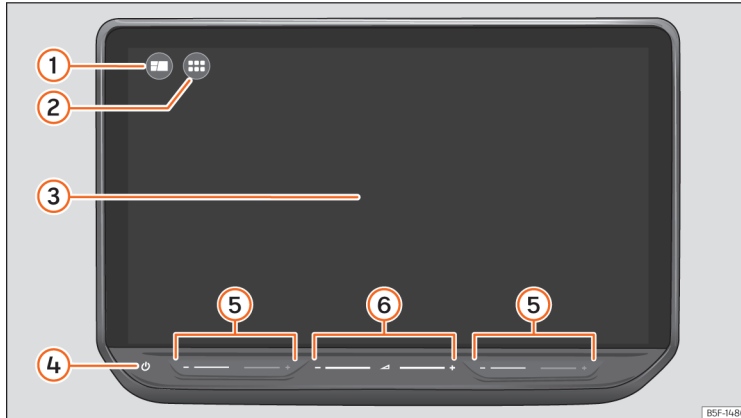

Abb. 168 Übersicht: Schalteinheit.
Gestalten Sie das übergeordnete Menü und die Ansicht HOME » (Abb. 168) ① individuell, um schnell auf die bevorzugten oder am häufigsten verwendeten Funktionen zuzugreifen.